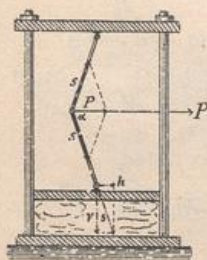

Fig. 24.
4. a) An einer einfachen Kniepresse (Fig. 24), deren Schenkel den Winkel 177° mit einander einschließen, wirkt horizontal die Kraft $P = 25 \text{ kg}$. Wie groß ist der Druck s in den beiden Schenkeln, und wie groß sind der Horizontalschub h und der vertikale Preßdruck v ?